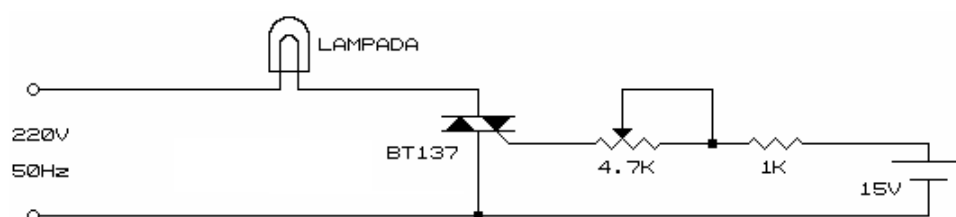

Fig. 2b
3.4 Realize o esquema da Fig. 2b. Repita os procedimentos de 2.4. Registe os resultados e explique o fenómeno a partir do modelo equivalente e das curvas características do componente.